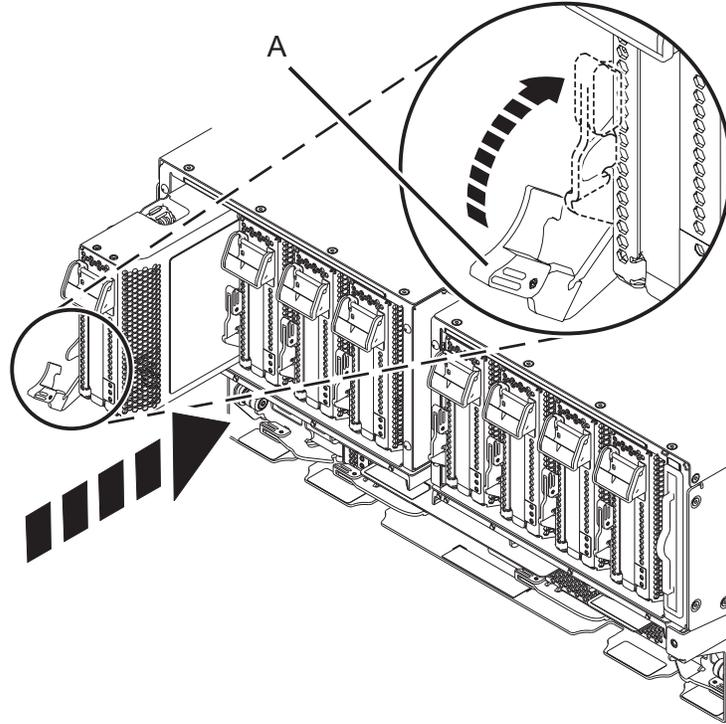

図 33. システムでの PCIe アダプター・カセットの取り付け
- a. カセット・ハンドル (A) をオープン position にして、アダプター・カセットの両端を注意深く握り、アダプター・カセットをスロットの位置に合わせます。35 ページの図 33 を参照してください。
- c. カセットをスロットに完全に挿入したら、35 ページの図 33 に示す方向に赤褐色のカセット・ハンドル (A) を回転させて、アダプター・カセットをスロットにロックします。